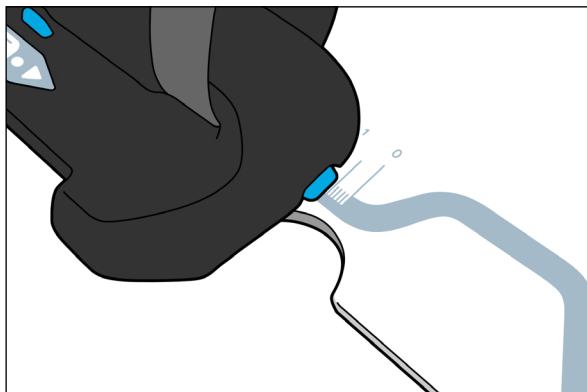

Fig. 12
9. Notera klämmans och remmens skalpositioner (Fig. 12 och 13).